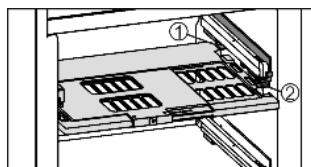

Fig. 15
- ▶ Vochtreguleringsplaat terugplaatsen: dekselranden van de plaat van onder in de achterste houder *Fig. 15 (1)* plaatsen en aan de voorkant in de houder *Fig. 15 (2)* vastklikken.